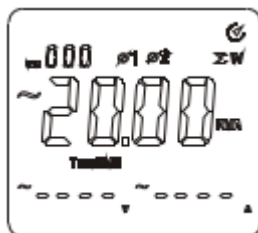

Figura 9-8
- La medición de la primera y la segunda fase es igual a la de un sistema trifásico de cuatro cables. Como se muestra en la figura 9-8, la potencia reactiva total de un sistema trifásico puede verse presionando la tecla “SELECT” luego disparar la medición de la tercera fase.